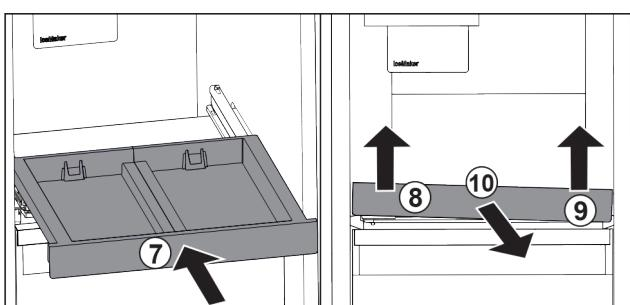

Fig. 20
- Вставьте выдвижную панель. Fig. 20 (7)
- Приподнимите выдвижную панель спереди слева. Fig. 20 (8)
- Приподнимите выдвижную панель спереди справа. Fig. 20 (9)
- Извлеките выдвижную панель движением вперед. Fig. 20 (10)